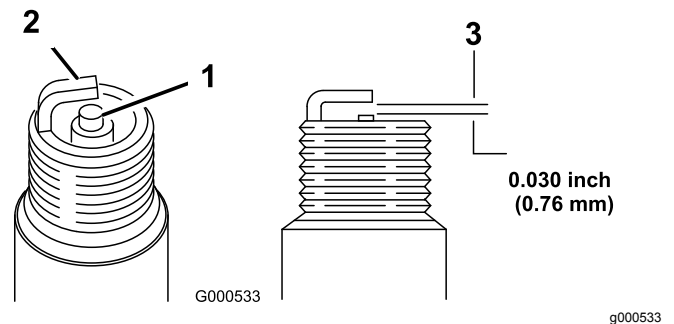

Figura 33
5. Regolate la distanza tra gli elettrodi della candela a 0,76 mm, come illustrato in Figura 33.